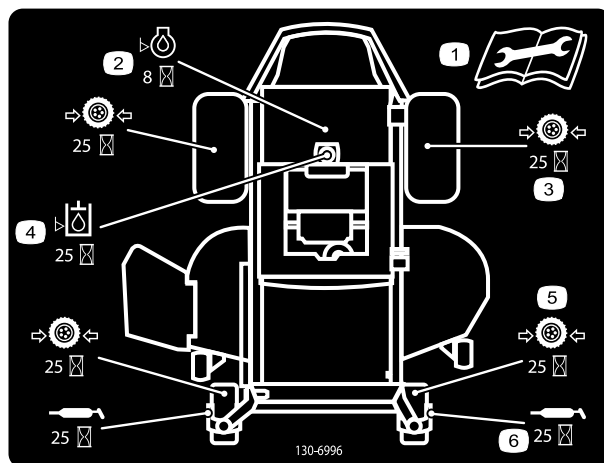
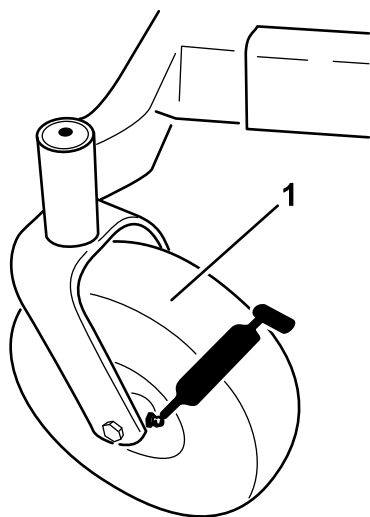

Figura 28
Figura 29
3. Limpie con un trapo los puntos de engrase (Figura 28 y Figura 29). Asegúrese de rascar cualquier pintura que hubiera sobre los puntos de engrase.
4. Conecte una pistola de engrasar a cada punto de engrase (Figura 29 y Figura 28). Bombee grasa hasta que empiece a rezumar grasa de los cojinetes.